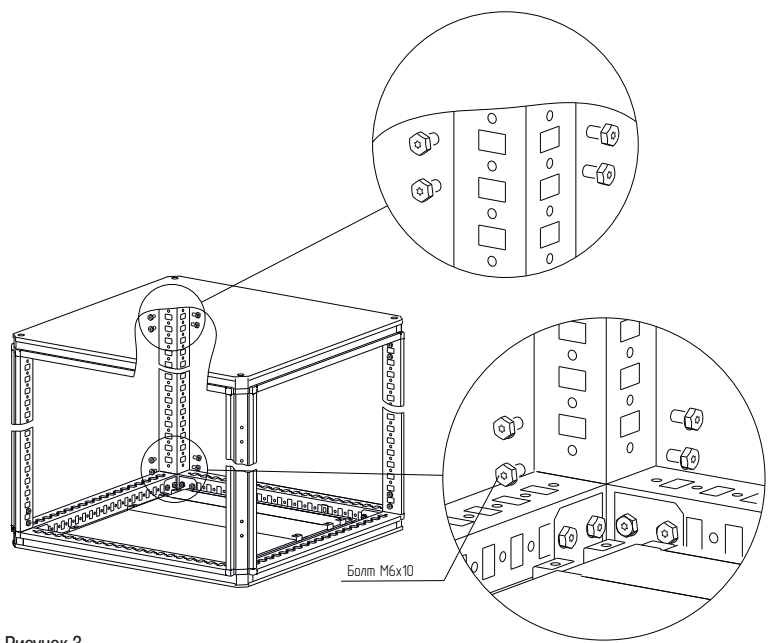

Рисунок 3
4.1.6 Закрепить стойки 1 профиля на основании и крышу на стойках 1 профиля болтами М6×10. Момент затяжки – 10 Н·м (рисунок 3).